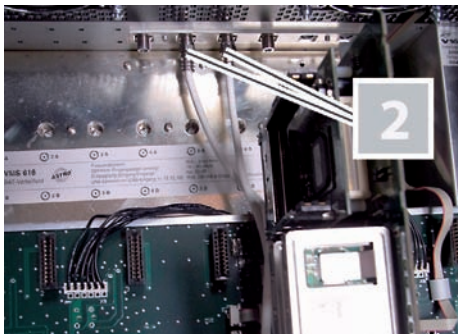

Bild 4c: SAT-Signalführung an der Gehäuserückwand anschließen
2. Stecken Sie die beiden vormontierten F-Buchse-Adapter wahlweise in das gehäuseinterne SAT-Verteilfeld [1] (siehe Bild 4b, unten) schrauben Sie die Adapter in die externen Anschlüsse des Basisgeräts [2] (siehe Bild 4c, unten).